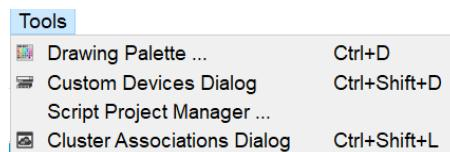

Fig. 17. Meniu Instrumente.
- *Instrumente* – în acest meniu găsim 4 opțiuni, aşa cum putem observa în Fig. 17.